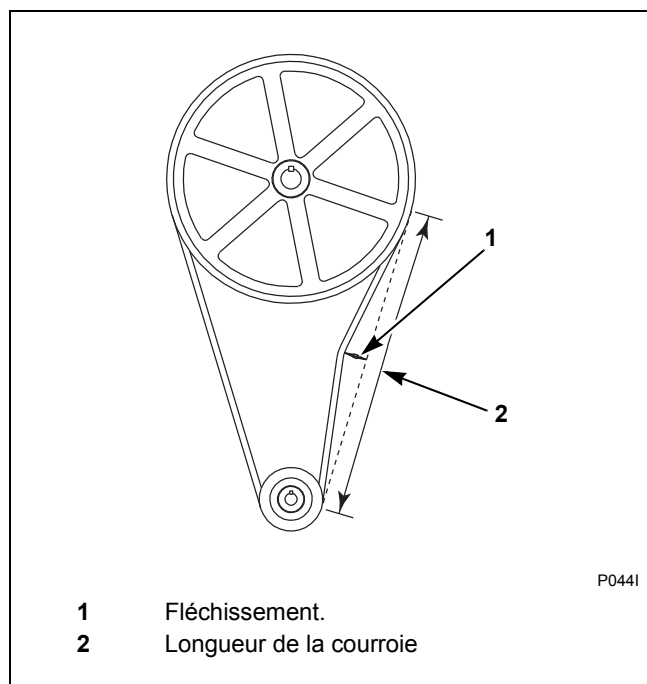

Figure 20
- **Fléchissement.** Se reporter à la *Figure 20*. Desserrer les boulons de montage du moteur et faire glisser le moteur sur la plaque de moteur pour changer la longueur de la courroie. La tension de la courroie doit être mesurée aussi près que possible du centre de la largeur de la courroie. Pour chaque pouce de longueur de courroie, cette dernière doit défléchir de 1/64 pouce (0,40 mm). Ainsi, une courroie d'une longueur de 50 pouces doit défléchir de 50/64 pouce (19,84 mm). Une force initiale de 5,25 livres doit être utilisée pour régler la tension de la courroie. Une force d'exploitation (normale) de 3,5 livres doit être utilisée après que la lessiveuse-essoreuse a fonctionné pendant quelques heures.